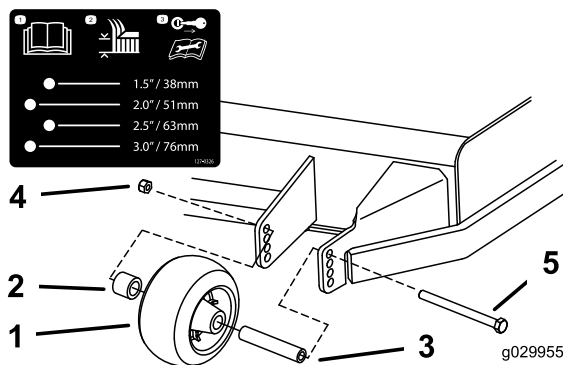
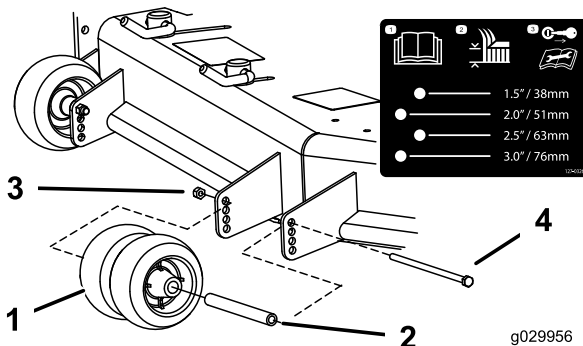
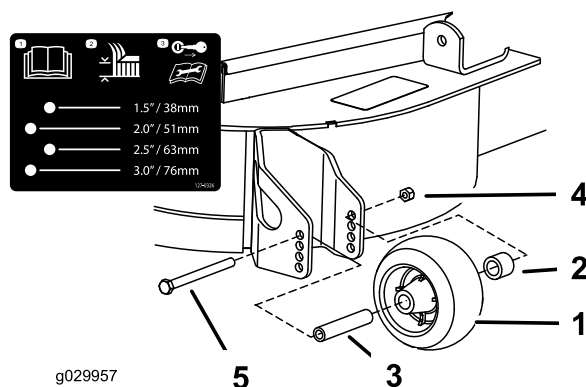

Figure 32
Figure 33
Figure 34
3. Réglez les galets anti-scalp comme montré à la **Figure 32**, la **Figure 33** et la **Figure 34**.